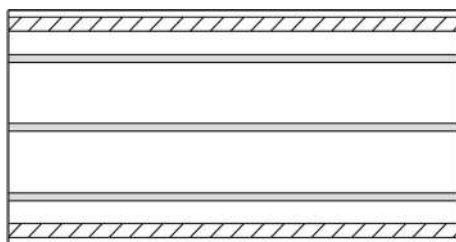

図 1
①HARERU背面所定の位置(図1,2)に両面テープを貼り合わせ、その間に接着剤を塗布します。
②両面テープの剥離紙をはがして、下地に貼り合わせます。